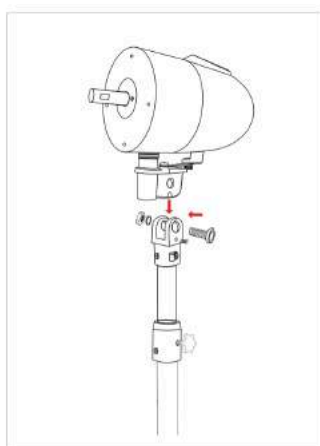

Figure 2
2. Desserrez la molette en haut du tube afin de sortir sa partie extensible, ajustez à la hauteur souhaitée et resserrez la molette. Figure 2
3. Fixez le moteur sur le tube. Figure 2